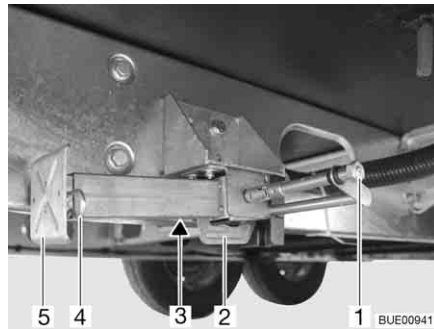

Bild 52 Stödben
- Placera hylsnyckeln på sexkanten (Bild 52,1) och vrid runt den tills stödbenet står rakt neråt.
- När längden på stödbenet kan justeras, dras sprinten (Bild 52,4) ut ur stödbenets förlängning (Bild 52,5).
- Placera hylsnyckeln på sexkanten (Bild 52,1) och vrid runt den tills stödbenet inte längre sitter mot marken.
- Skjut in stödbensförlängningen (Bild 52,5) helt och sätt in sprinten (Bild 52,4) i borrhålet på stödbensförlängningen.
- Vrid sexkanten (Bild 52,1) tills stödbenet svängs uppåt och spåret (Bild 52,2) är helt vid slutet av skåran (Bild 52,3).